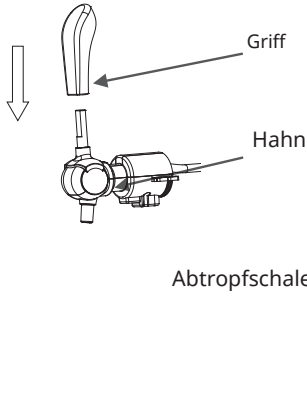

Abbildung 1
2. Befestigen Sie den Zapfhahngriff am Zapfhahn. Achten Sie darauf, dass beide Teile Enden richtig miteinander verbunden sind (siehe Abbildung 1).